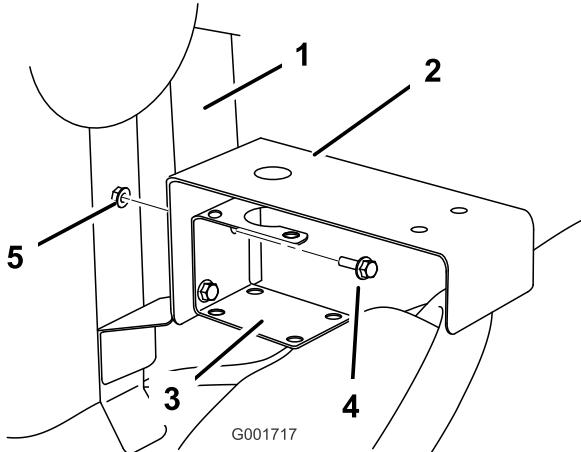

Figura 11
7. Installate la staffa della valvola di regolazione tra la staffa del raccordo a T e il telaio di montaggio (Figura 11) utilizzando i dispositivi di fissaggio precedentemente rimosso.